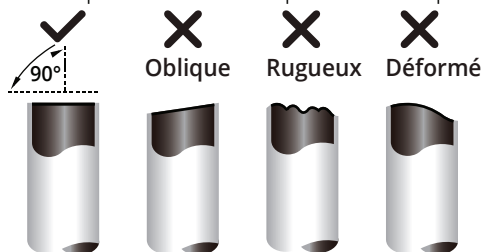

Fig. 6.3
3. Assurez-vous que le tuyau est coupé à un angle parfait de 90°. Veuillez vous référer à la **Fig 6.3** ci-dessous pour des exemples de coupe.